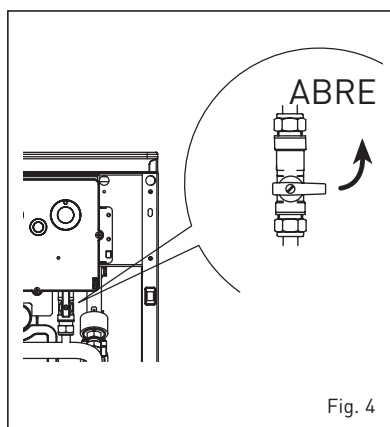

Fig. 4
2.2.1 Rellenado de la instalación (fig. 4)
tado el interruptor general. El llenado se realiza lentamente, de este modo se permite la salida de las burbujas de aire a través de las relativas ventilaciones. Para facilitar esta operación, ubique en posición horizontal el corte de la ranura del tornillo de desbloqueo de las válvulas de retención. Terminada la fase de llenado, lleve el tornillo en la posición inicial. Al terminar la operación controle que el grifo esté cerrado (fig. 4).